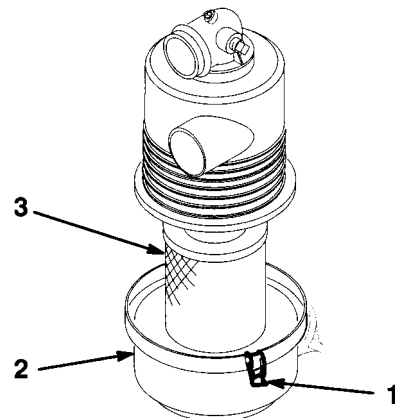

図 29
2. オイルフィルタ (図29) を外し、新しいフィルタのガスケットにオイルを薄く塗る。
3. ラッチを外してカバーとボディーを分離し (図29)、カバーの内部をきれいに清掃する。
| タイロッドの端部 | 4 箇所；図29 |